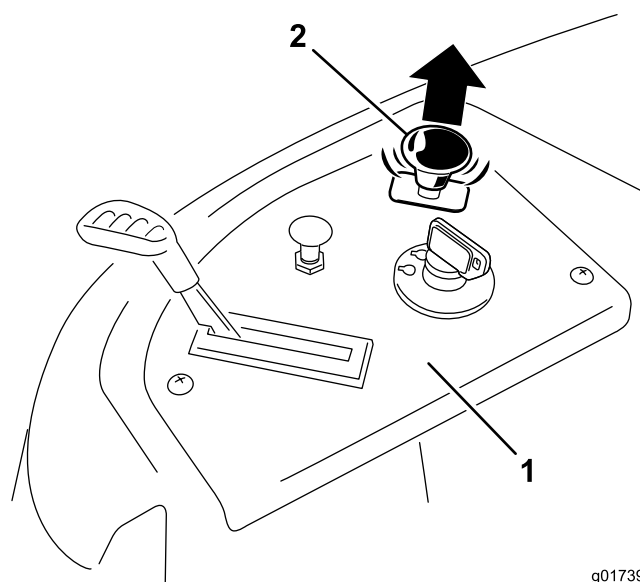

Figure 15
- Tirez sur la commande des lames pour la placer en position engagée et engager les lames (Figure 15).